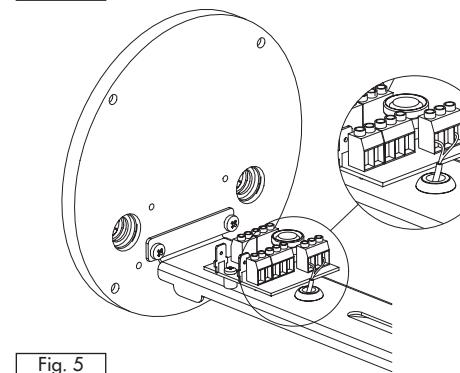
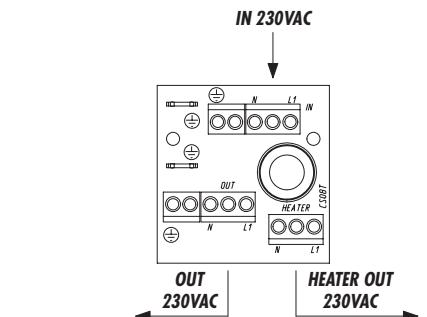

Fig. 5
Fig. 7
- Far passare i cavi della resistenza attraverso il foro provvisto di gommino (Fig. 5).
- Effettuare le connessioni elettriche della resistenza sul morsetto HEATER (Fig. 6 e Fig. 7) del circuito di appoggio (Fig. 5).
- Faire passer les câbles de la résistance à travers l'orifice muni du caoutchouc (Fig. 5).
- Effectuer les connexions électriques de la résistance sur la borne HEATER (Fig. 6 et Fig. 7) du circuit de soutien (Fig. 5).
- Pass the resistance cables through the hole surrounded with the rubber (Fig. 5).
- Make the electrical connections of the resistance to the HEATER terminal (Fig. 6 and Fig. 7) on the support circuit (Fig. 5).
- Die Kabel des Widerstandes durch die gummierte Öffnung führen (Fig. 5).
- Die Stromanschlüsse des Widerstandes an der Klemme HEATER (Fig. 6 und Fig. 7) der Trägerschaltung vornehmen (Fig. 5).